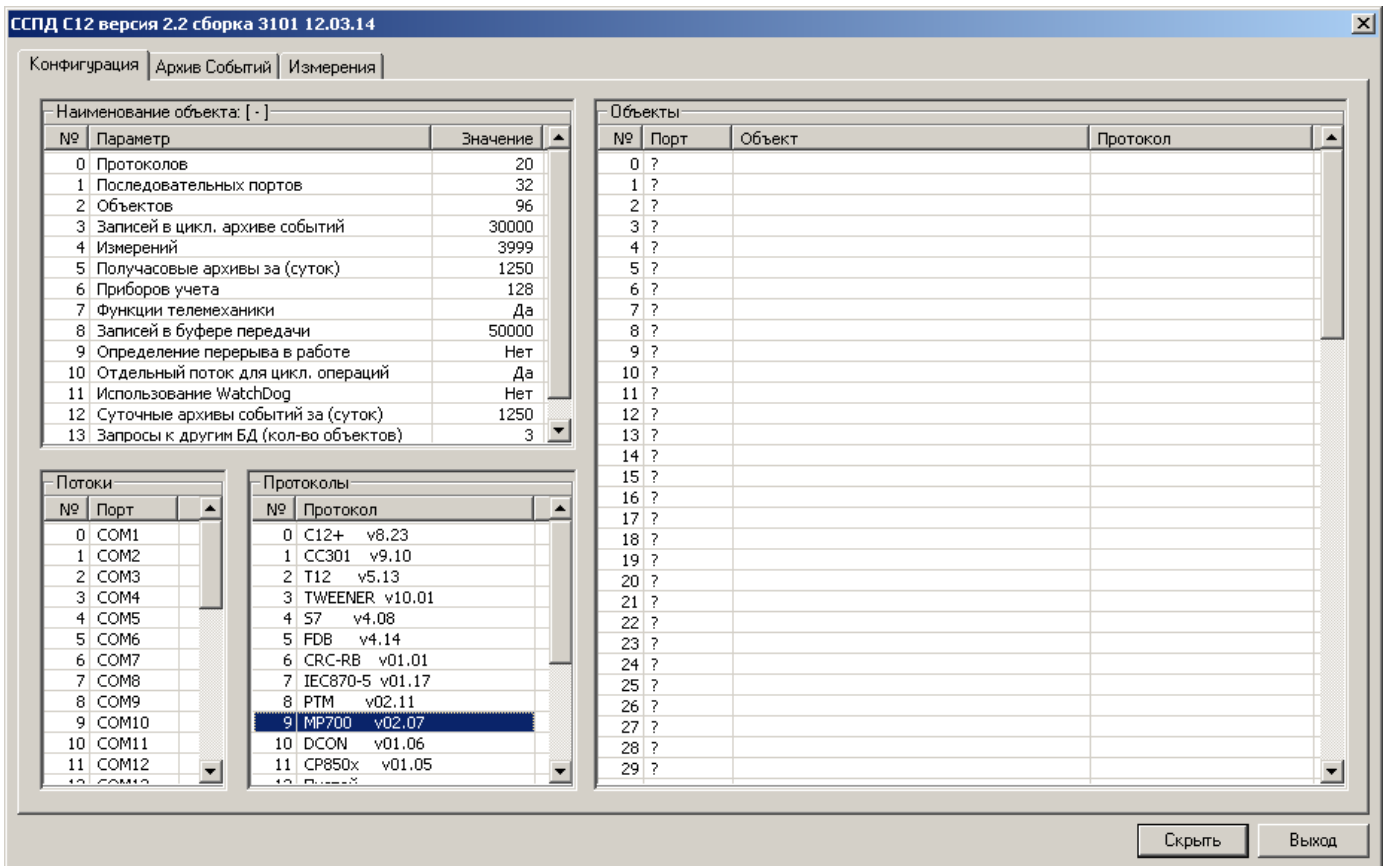

Рис. 3.1. Экран работы с объектами ССПД С12
1. Входим на экран работы с объектами ССПД С12 (рис. 3.1);